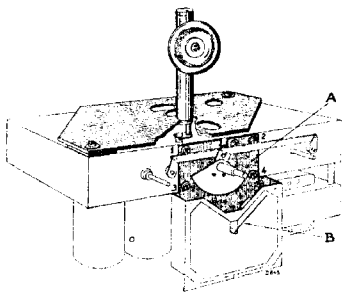

Fig. 1
3. Een instelplaat met insteltang (fig. 1).
2. Aandrijfplaat (fig. 1 pos A) in de gemiddelde stand brengen.